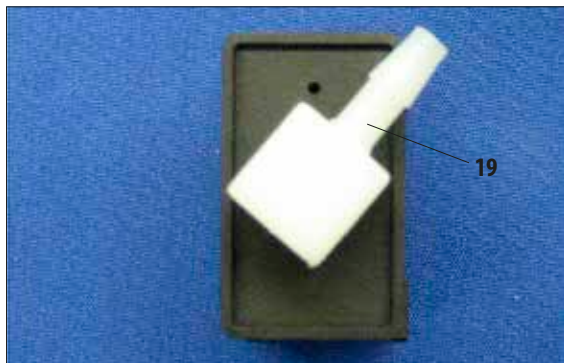

Рис. 28
Если две станции промывки должны находиться рядом друг с другом, необходимо расположить соединитель (19) левой станции так, как показано на рис. 28.